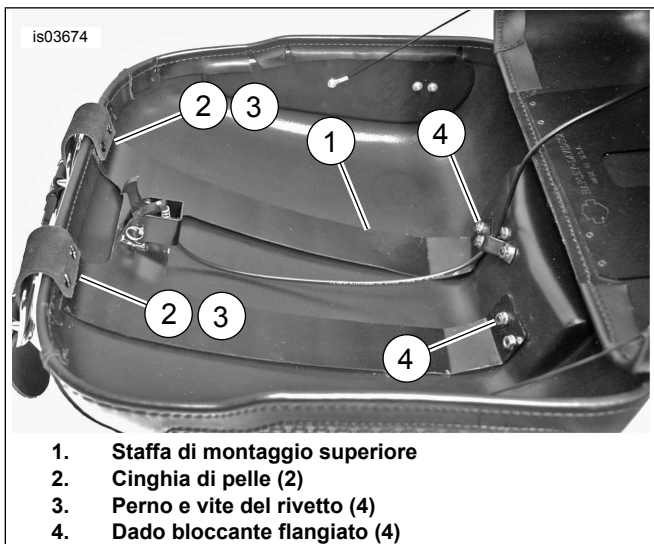

Figura 2. Installazione della staffa di montaggio superiore
4. Vedere Figura 2. Collocare la staffa di montaggio superiore (1) direttamente contro la parte inferiore del coperchio del Tour-Pak.
5. Collocare le cinghie di pelle (2) direttamente sulla staffa di montaggio superiore.